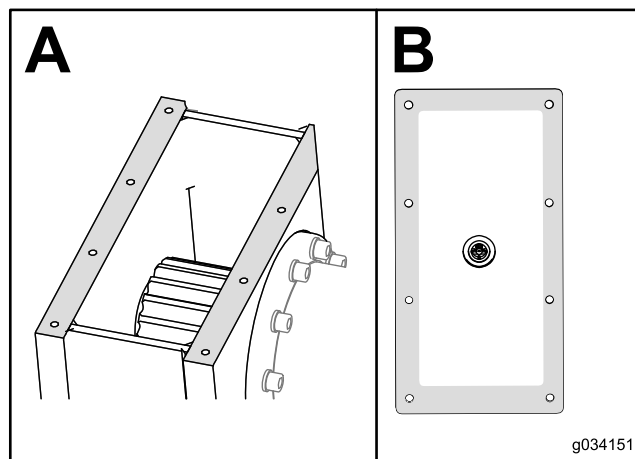

Figura 134
7. Quite el sellador de la caja de engranajes y de la tapa (Figura 134).
8. Ponga sellador RTV nuevo de grado automotor alrededor del borde de la tapa (Figura 134, B).